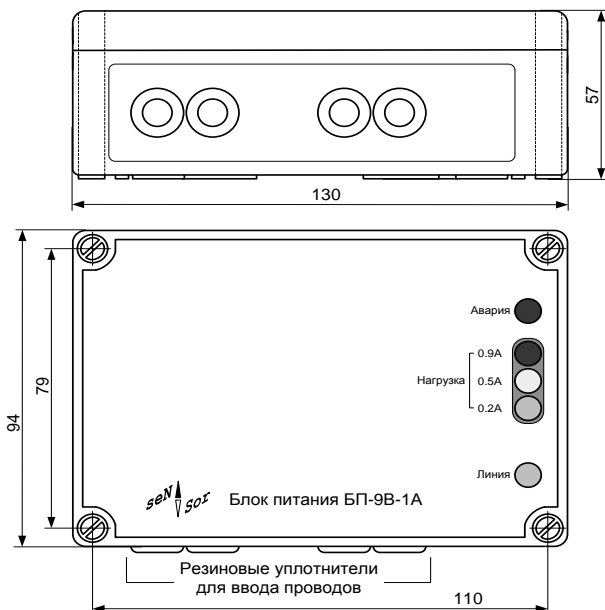
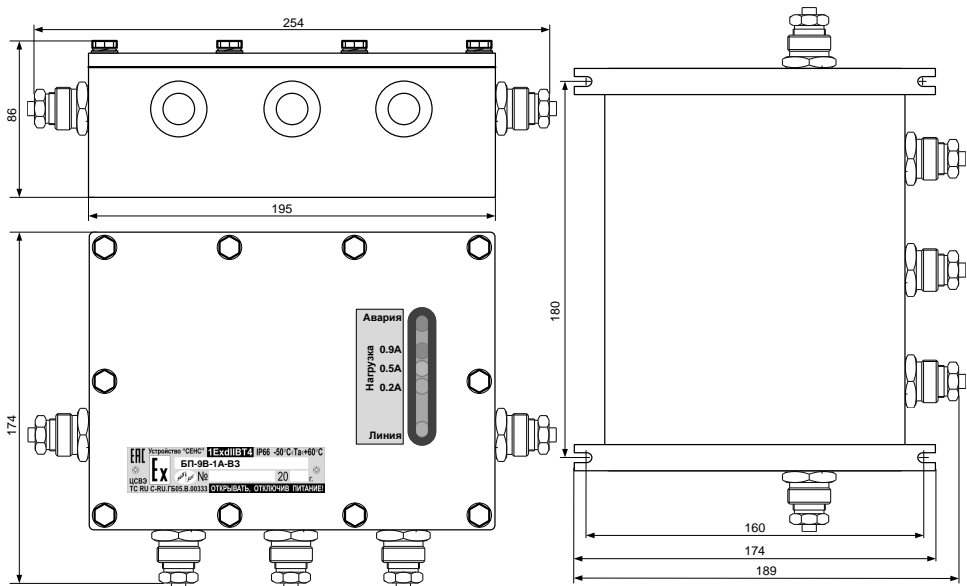

Рисунок 3 - Внешний вид, габаритные и установочные размеры изделия обычного исполнения
Рисунок 4 - Внешний вид, габаритные и установочные размеры изделия взрывозащищённого исполнения
2.2.1 БП выпускается обычного (в пластиковом корпусе - см. рисунок 3) и взрывозащищенного (в металлическом корпусе - см. рисунок 4) исполнений. Корпус имеет съёмную лицевую панель (крышку). Корпус БП обычного исполнения может